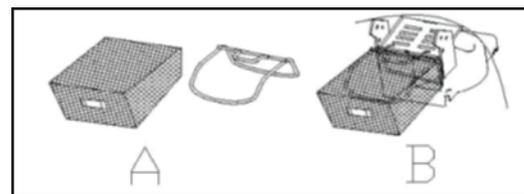

рис. 1
**Монтаж травосборника****Для модели GB-15 (рис. 1)**